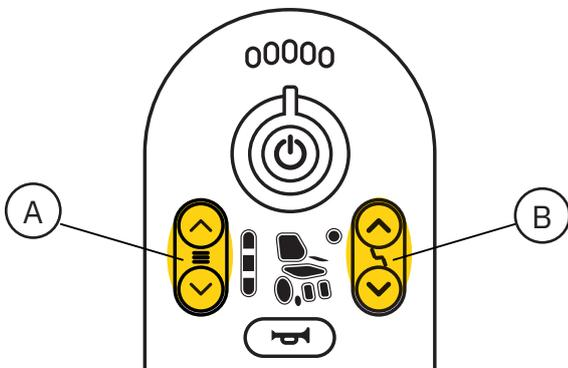

Abb. 2.2. Wahl der Fahr- und Sitzfunktionen auf der LiNX REM211.
Das Produkt ist standardmäßig mit der Bedieneinheit LiNX REM211 ausgestattet. Um das Produkts zu fahren, betätigen Sie auf der Bedieneinheit die Tasten für die Fahrfunktion (A), siehe Abb. 2.2. Während des Fahrens wird das Produkt mit dem Joystick auf der Bedieneinheit gesteuert. Die elektrische Höhenverstellung erfolgt über die Tasten zur Einstellung der Sitzhöhe (B) auf der Bedieneinheit, siehe Abb. 2.2. Die gewünschte Sitzhöhe wird mithilfe des Joysticks auf der Bedieneinheit eingestellt. Das Produkt kann zudem mit weiteren elektrischen und manuellen Sitzfunktionen ausgestattet werden. Unter Punkt 5. Konfigurationen und Einstellungen finden Sie detaillierte Informationen zu allen Funktionen und Bedienelementen des Produkts.